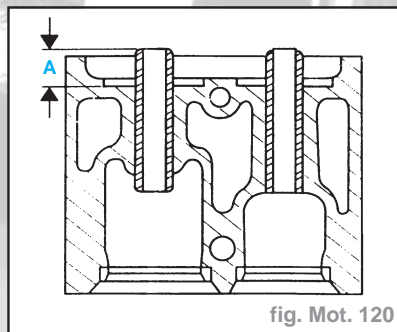

fig. Mot. 120
- Respecter la cote 'A' = **13,50 à 14,00 mm** (fig. Mot. 120).